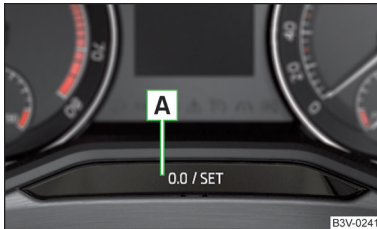

Abb. 27
» Die Taste **A** » Abb. 27 auf Seite 33 antippen.
- » Die Taste **A** » Abb. 27 drücken und gedrückt halten, bis im Display der Menüpunkt **Uhrzeit** angezeigt wird.